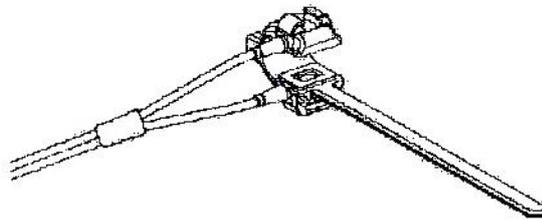

Figura 3.10: Posicionando um Sensor Neonatal SpO2
2. Posteriormente, o sensor Neonatal SpO2 estará configurado conforme a Figura 3.10.